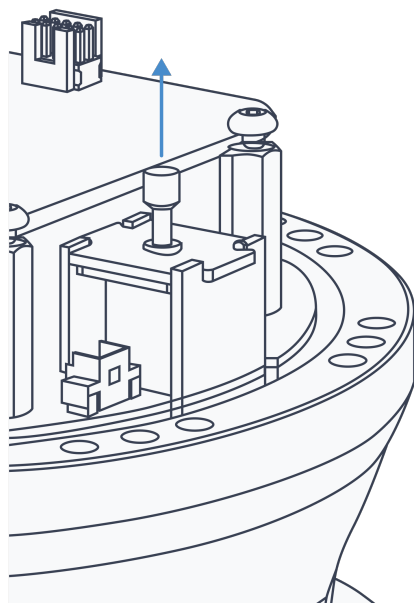

图 2.5: 拔出刹车插销以手动释放刹车
- 手动释放刹车：对于 A2、A4、A6 和 A7 轴，可以取下机器人外的塑料罩壳并拔出刹车插销，从而手动脱开刹车（请见图 2.5）。注意必须使用由用户事先自行配备的 T10 梅花内六角扳手取下塑料罩壳。考虑到机械臂的重力问题，如果没有外部支撑，脱开的关节可能会加速下坠。